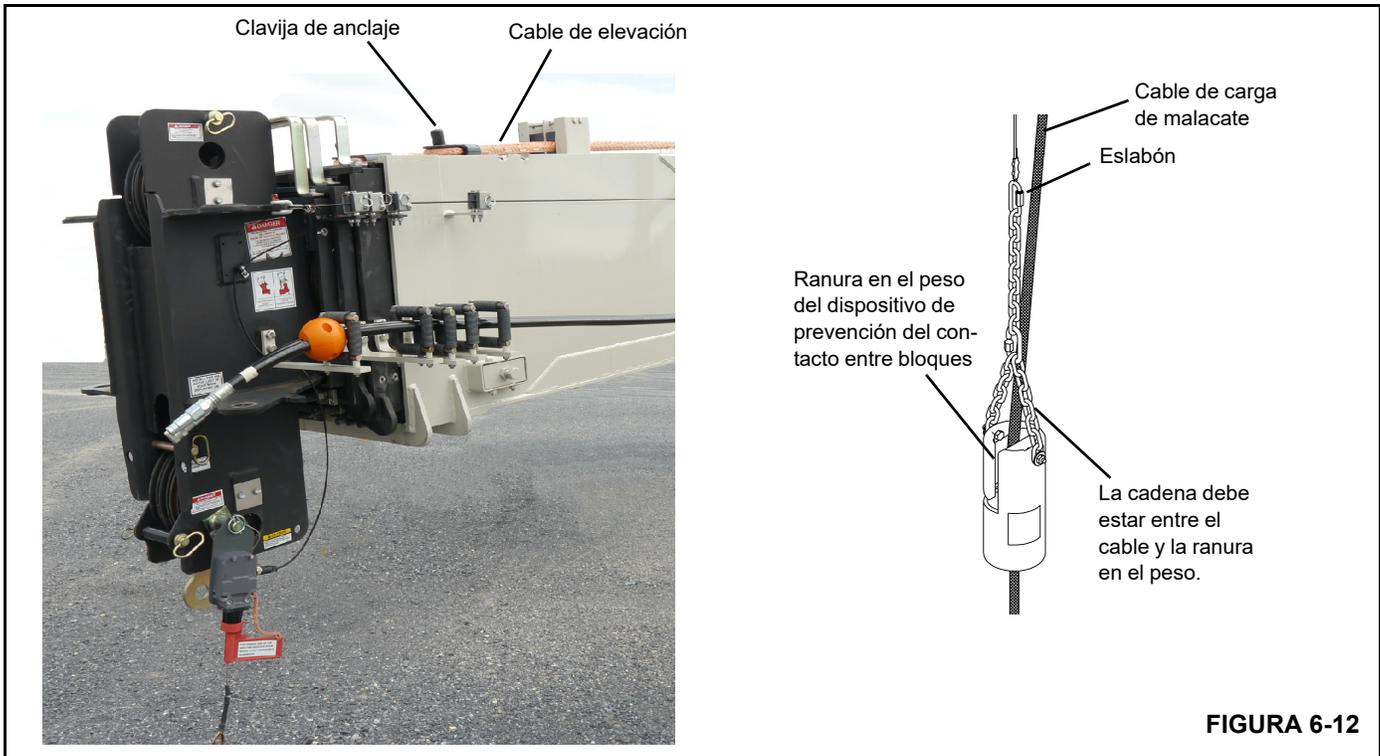

FIGURA 6-12
2. Retire el peso de prevención del contacto entre bloques (A2B) del cable de carga (consulte la Figura 6-12).